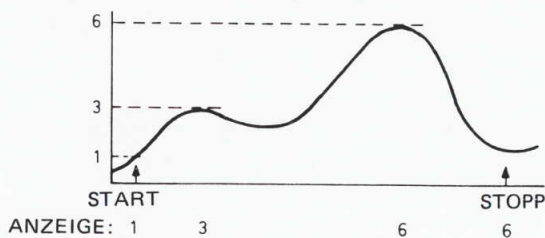

Abb. 19. Spitzenspannungsmessung bei manuellen oder externem Start.
- Externes oder manuelles Starten und Stoppen einer Messung (Abb. 19)